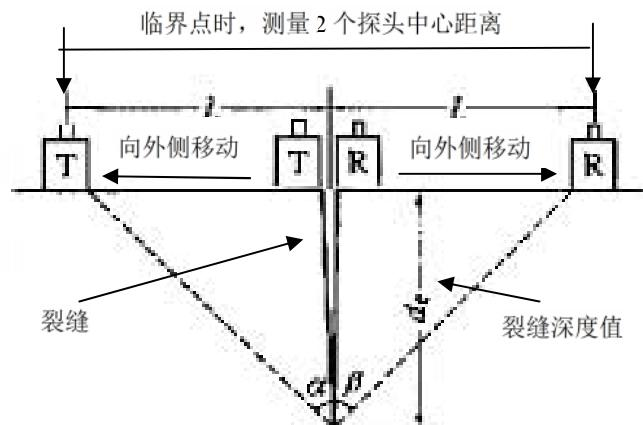

图3
2.1 测试原理：按照超声波首波反相的测试原理，当两个探头采用对称布置的方式移至首波反相临界点上时，测得的回转角($\alpha + \beta$)约为 90° ，如（图3）为直角三角形，这时 $L \approx dc$ 。所以找到首波反相临界点即可通过几何运算求出裂缝深度值。